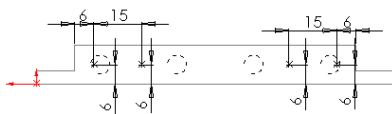
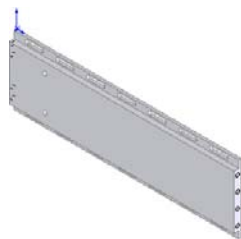

图 10-17 标注的草图
图 10-18 添加的螺纹孔
③ 添加其余的螺纹孔。参考上面的步骤, 在底座的另一端添加螺纹孔, 孔规格如图 10-14 所示, 螺纹孔的位置如图 10-17 所示, 然后单击 按钮, 结果如图 10-18 所示。